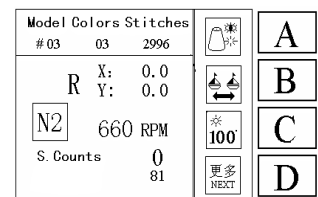

Fig. 7.3.1
1. No estado de funcionamento (Fig.3.2.1), pressione a tecla  uma vez para mostrar a Fig.7.3.1. Ícone para a posição de parada a 100°
2. Na Fig. 7.3.1, pressione a tecla  para iniciar a função de parada a 100°, e o eixo principal do motor girar a baixa velocidade. Busca automática do local de posicionamento.
1. No estado de funcionamento (Fig.3.2.1), pressione a tecla  uma vez para mostrar a Fig.7.3.1.